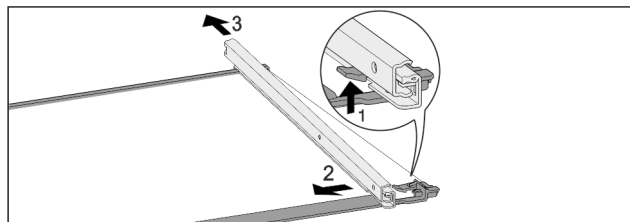

Fig. 122 Staklena ploča s vodicama
- Prednji uskočnik pritisnite prema gore. Fig. 122 (1)
- Izvlačnu vodicu povucite u stranu Fig. 122 (2) i prema natrag Fig. 122 (3).